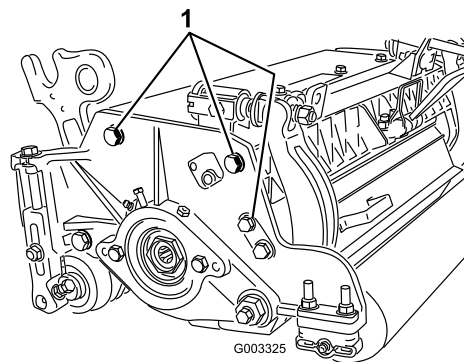

Figure 15
**Remarque:** La position du rouleau arrière par rapport au cylindre est contrôlée par les tolérances d'usinage des composants assemblés et le réglage du parallélisme n'est pas nécessaire. Un réglage limité est possible en plaçant le plateau de coupe sur un plan de travail et en desserrant les boulons de fixation de la plaque latérale (Figure 15). Ajustez et serrez les boulons. Serrez les boulons à un couple de 37 à 45 N m.